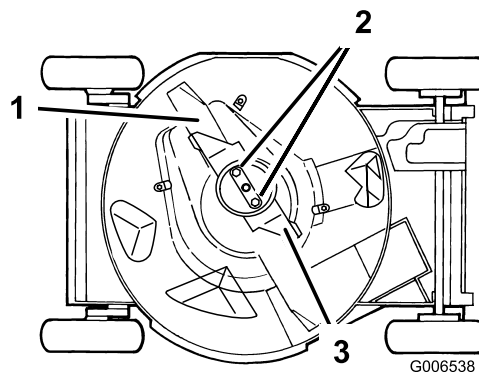

Figure 36
4. Basculez la machine sur le côté, avec la jauge en bas (Figure 36).